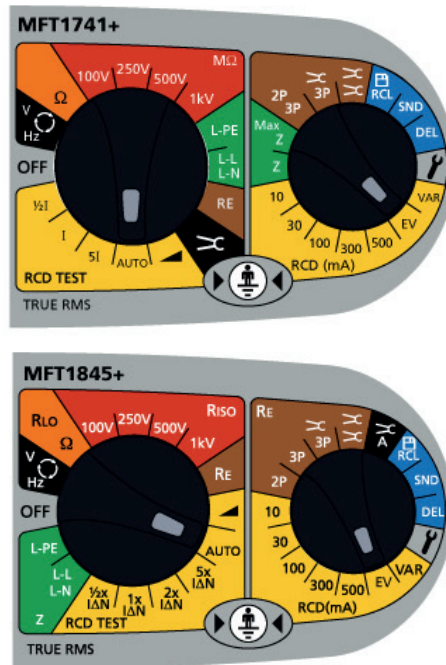
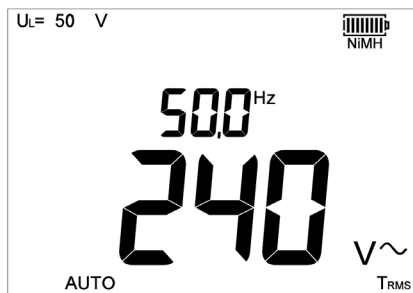

Figure 1, réglage du bouton
Figure 2, montre que le circuit est sous tension.
1. Choisissez l'option « auto » sur le bouton de gauche (regardez Figure 1).
2. Choisissez l'option « EV » (VE) sur le bouton de droite (regardez Figure 1).
4. Branchez l'extrémité des cordons aux circuit protégé « EV » (VE).
5. Vérifiez que le MFT montre que le circuit soit sous tension, comme le montre la Figure 2 ci-dessous :